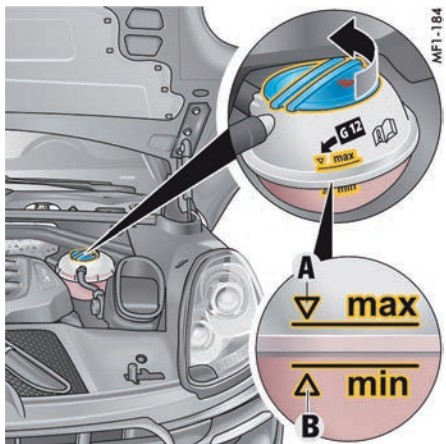

图 144: 冷却液储液罐
3. 小心地打开冷却液储液罐（图 144）盖，释放多余的压力。